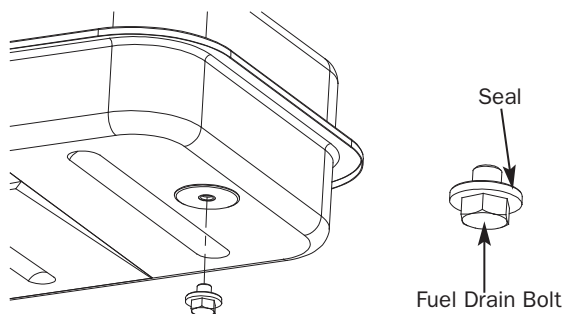

Figure 12 – Enlèvement du bouchon de vidange
1. Enlever le bouchon de vidange du réservoir de carburant. Voir la Figure 12.